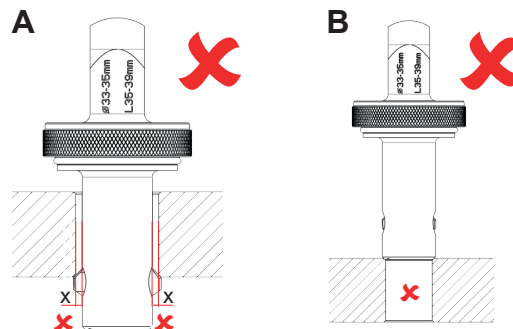

Abb. 9:
- Bohrung zu groß: PIP-RAPIDO / Tragelemente haben nicht genug Anlagefläche (vgl. *Abb. 9 - A*)
- Bohrung zu klein: PIP-RAPIDO lässt sich nicht montieren (vgl. *Abb. 9 - B*).
- ▶ Verwenden Sie den PIP-RAPIDO nur im vorgeschriebenen Durchmesserbereich (siehe Kennzeichnung auf dem Schäkelschluss (L)).